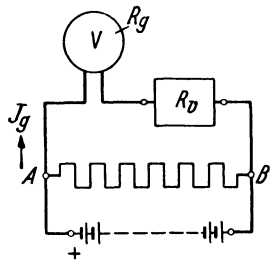

Abb. 11. Drehspulinstrument mit Vorwiderstand.
Sollen nun höhere Spannungen gemessen werden, so muß man bedenken, daß die Stromspule einen größeren Strom als  $0,015 \text{ A}$  nicht verträgt, man muß daher, entsprechend der zu messenden Spannung, einen Vorwiderstand  $R_v$  in den Stromkreis des Instruments einschalten, wie Abb. 11 dies zeigt. Solche Vorwiderstände werden in Kästen, für mehrere Meßbereiche, untergebracht, und kann der jeweilige Widerstand durch Stecken eines Stöpsels eingeschaltet werden.
**65.** Einem  $100 \text{ ohmigen}$  Drehspulgalvanometer sind  $9900 \text{ [8900] } \Omega$  vorgeschaltet (Abb. 11). Welche Spannung herrscht zwischen den
67. Die Spannung zwischen  $A$  und  $B$  (Abb. 11) beträgt schätzungsweise 25 [40] V. Welcher Widerstand muß dem 100  $\Omega$  Galvanometer vorgeschaltet werden, damit dann 150° Ausschlag entstehen, und wie groß ist die Spannung in Wirklichkeit, wenn das Galvanometer nur 149 Grad anzeigt?